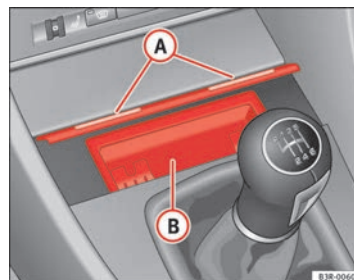

Abb. 122 Mittelkonsole: Geöffneter Aschenbecher ►
- Tippen Sie den Aschenbecher an der Frontleiste **A** ⇒ Seite 152, Abb. 122 an.
- Fassen Sie den Aschereinsatz **B** ⇒ Seite 152, Abb. 122 an den seitlichen Griffmulden an und ziehen Sie ihn nach oben heraus.